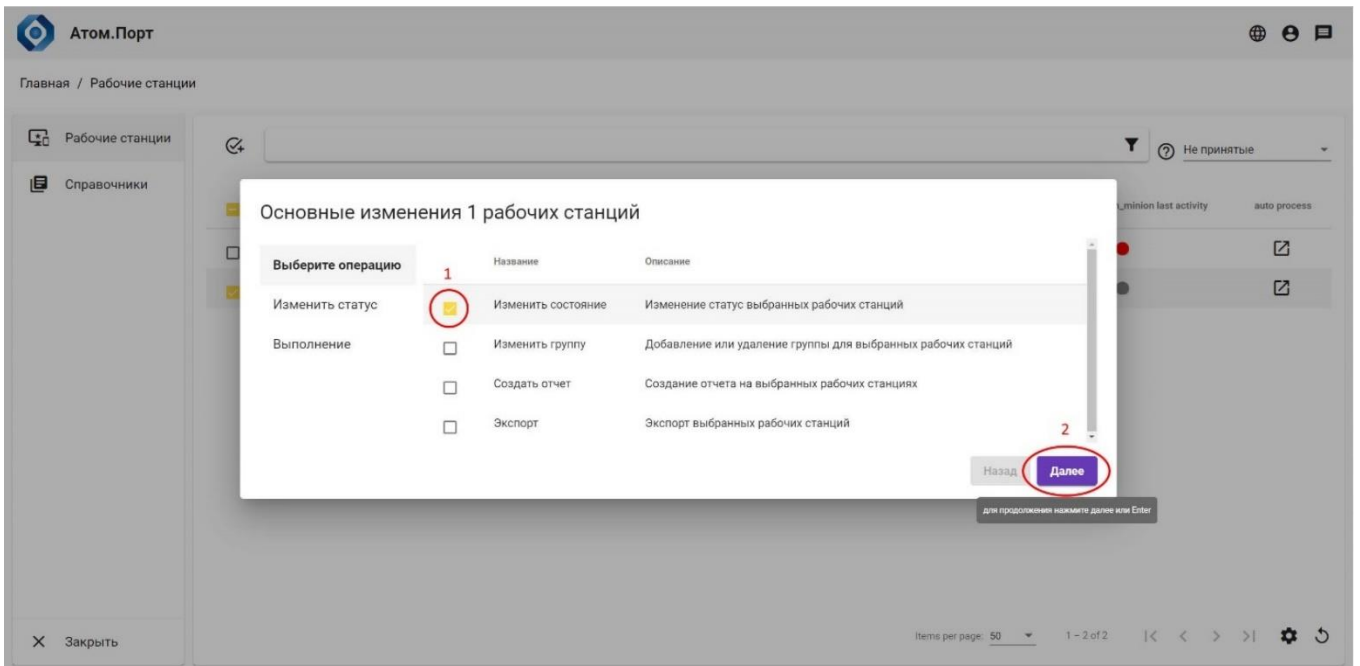

Рисунок 22 – Выбор групповой операции «Изменить состояние»
3. В открывшемся окне выбрать пункт «Изменить состояние» (Рисунок 22, поз. 1) и нажать кнопку «Далее» (Рисунок 22, поз. 2):